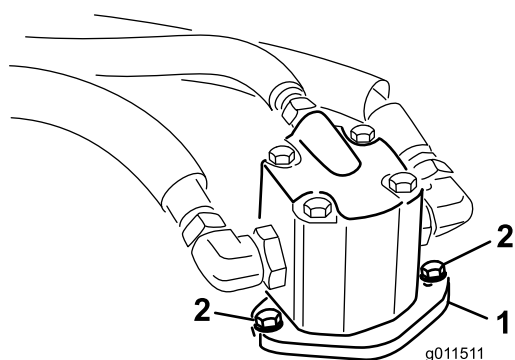

Figura 1
2. Retire los pernos que sujetan el motor hidráulico a la plataforma (Figura 1). Retire el motor de la plataforma y colóquelo en una superficie limpia donde no estorbe. No dañe el acoplamiento de aluminio.